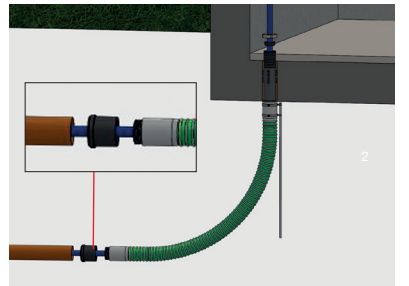

Abb. 9 Montage alternativ mit Adapter
- Vormontage der äußeren Keilgummidichtung (2) und Überwurfverschraubung (3) auf dem PE-Rohr.
- Montage der inneren Keilgummidichtung (2) und Überwurfverschraubung (3). Die Überwurfverschraubungen (3) mithilfe des Kontermutterschlüssels fest verschrauben.
- Gleitmittel unter den Keilgummidichtungen (2) und an der Rohrspitze erleichtern die Montage.
- **Option b):** An der äußeren Seite kann ein Adapter auf das Gewindestück (5) aufgeschraubt werden, um die Rohrleitung bis an die Versorgungsleitung im bauseits gestellten Schutzrohr (z.B. KG-Rohr 110 mm) zu verlegen (Abb. 9).